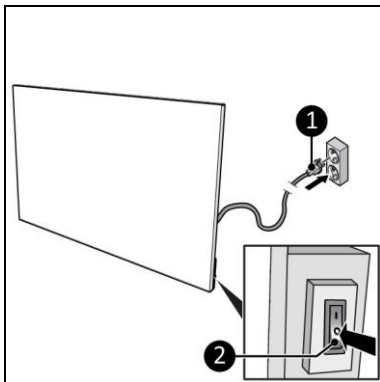

Figure 10
2. Assurez-vous que le commutateur MARCHE/ARRÊT est en position ARRÊT (figure 10, pos. 2).
3. Insérez la fiche d'alimentation (figure 10, pos. 1) dans une prise murale reliée à la terre et facilement accessible. Utilisez une prise murale avec mise à la terre d'une puissance minimale de 800 watts.
1. Assurez-vous que le commutateur MARCHE/ARRÊT est en position ARRÊT (figure 10, pos. 2).
2. Retirez la fiche d'alimentation de la prise de courant (figure 10).